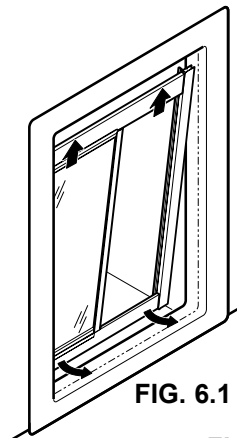

FIG. 6.1
- Install the doorframe (B, C, E and F); first, position the top of the frame and then pivot the bottom of the frame towards the shower threshold. Fig. 6.1.
- Installez le cadre de la porte (B, C, E et F); positionnez tout d'abord le haut du cadre et faites ensuite pivoter le bas du cadre vers le seuil de la douche. Fig. 6.1.
- Instale el marco de la puerta (B, C, E et F); coloque primero lo alto del marco y, luego, haga girar la parte de abajo del marco hacia el umbral de la ducha. Fig. 6.1.